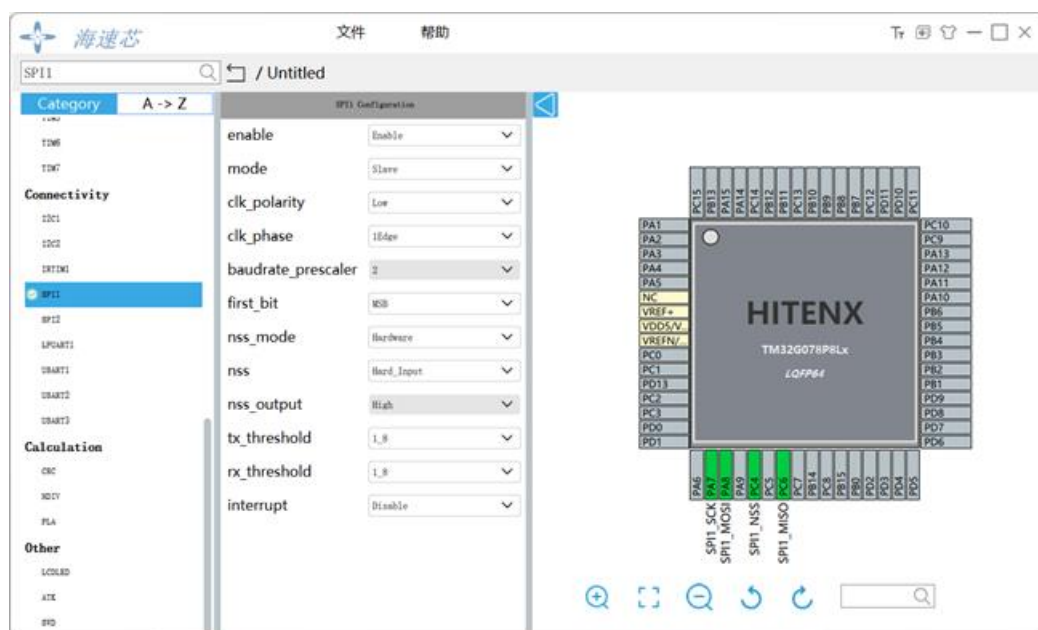

图 6-2 MCU 模块属性配置
3. 将 SPI1 模块属性 nss_mode 选择为 Hardware（使能硬件片选）。（参见图 6-2）